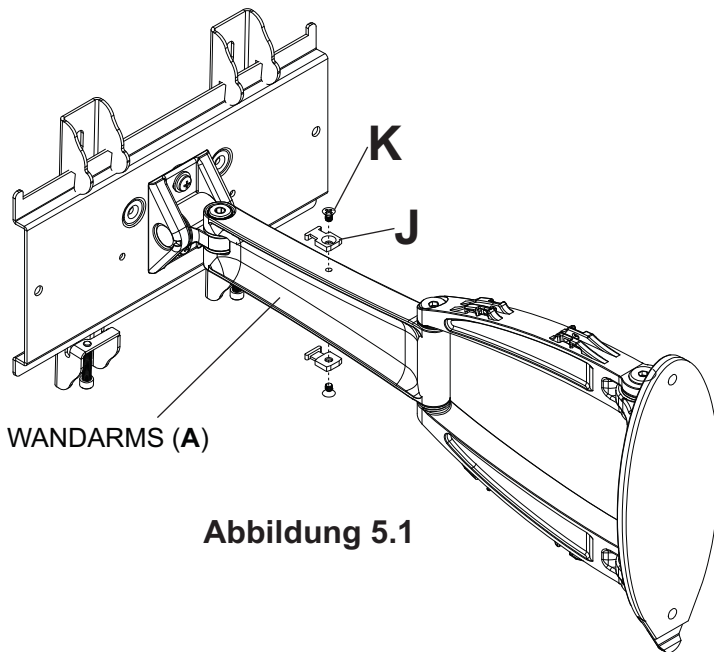

Abbildung 5.1
- 5-1** Befestigen Sie den Kabelbinderanker (J) wie in Abbildung 5.1 dargestellt mithilfe der 8-32 x 1/4 Zoll Kreuzschlitzschraube (K) an der Ober- oder Unterseite des Wandarms (A).